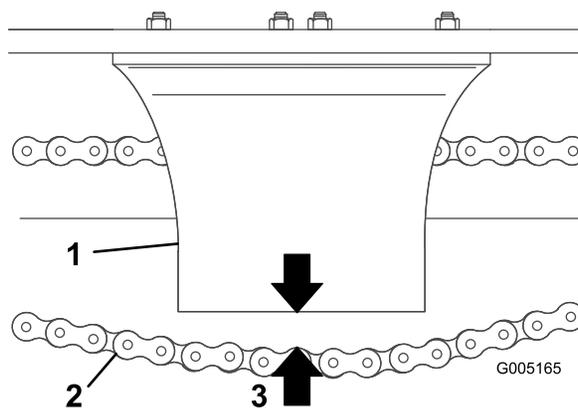

Figure 33
4. Mesurez la distance entre le bas du carter de chaîne et le brin inférieur (Figure 33). Si la flèche de la chaîne n'est pas comprise entre 3,8 et 6,35 cm (1,5 et 2,5"), réglez la tension (voir à Réglage de la tension de la chaîne d'entraînement (page 33)).
6. Réglez le boulon de tension de la chaîne pour obtenir une distance entre le bas du carter et le brin inférieur de la chaîne d'environ 3,8 à 6,35 cm (1,5 à 2,5") (Figure 33).